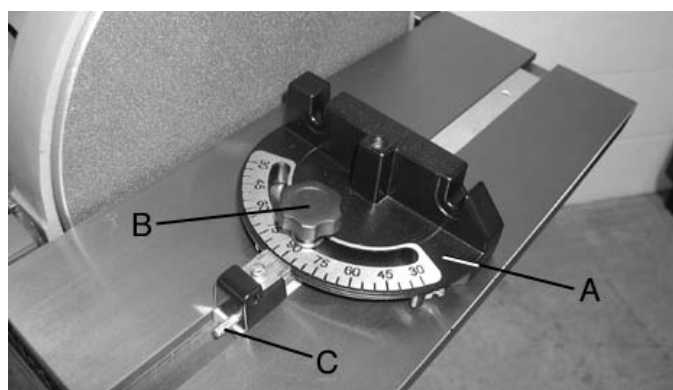

FIGURE 17
2. L'angle du corps (A-Fig.17) du guide à onglets peut être réglé. Desserrez le bouton (B) pour repositionner le guide à onglets.
5. Pour l'utilisation de la butée fixe, desserrez le bouton (B) et enlevez la goupille d'index (C) doucement. Tournez le guide à onglets légèrement, glissez la goupille d'index et tournez le guide à onglets jusqu'à ce que le bord de la vis soit arrêté par la goupille d'index.